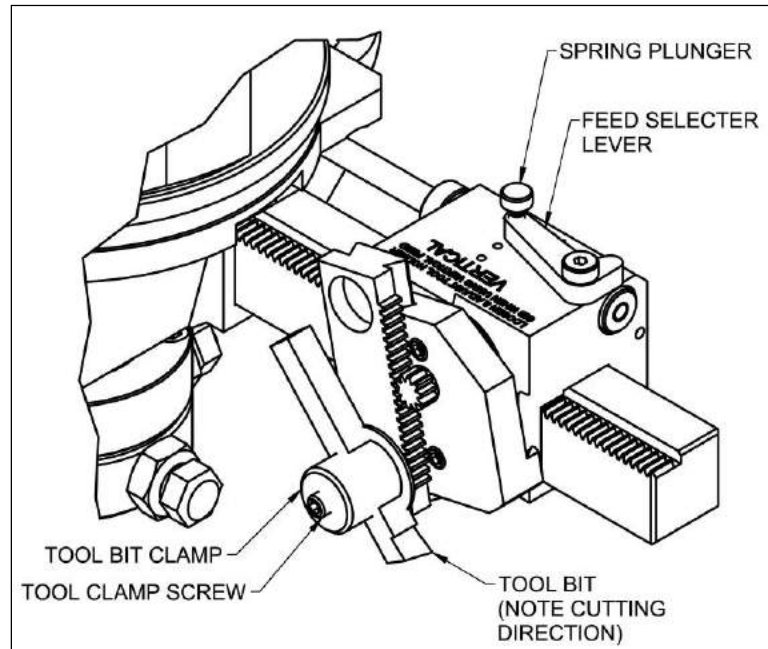

FIGURA 8 . AJUSTE DE ALIMENTACIÓN DE HERRAMIENTA
2. Levante el émbolo del resorte (consulte la Figura 8).